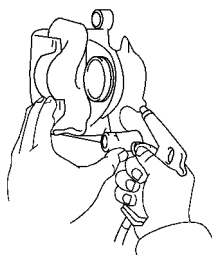

图 15-78 从分泵内拆出活塞
(7) 从分泵内拆出活塞。将一块抹布或类似的物品放在活塞和分泵之间，用压缩空气从分泵内拆出活塞，如图 15-78 所示。